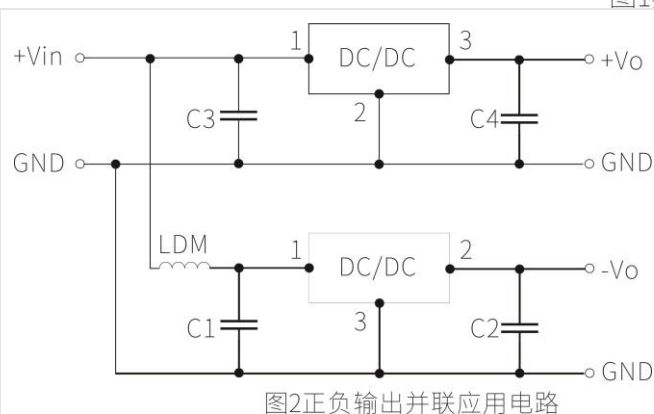

图2正负输出并联应用电路
3. 当产品用于图2所示的应用电路时，建议增加电感LDM以减小产品相互间的干扰，LDM推荐值为10μH；